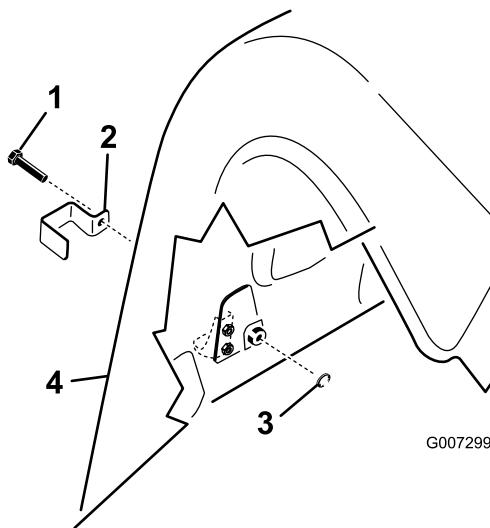

Figure 15
- Sur le modèle ProCore 864, fixez une patte de blocage aux verrous de capots supérieurs et inférieurs arrière gauches et droits avec une vis d'assemblage (quatre en tout) (Figure 15).
- Sur le modèle ProCore 1298, fixez une patte de blocage sur tous les verrous de capot inférieurs arrière et sur le verrou de capot supérieur extérieur des capots arrière droit et gauche avec une vis d'assemblage (trois par tête d'aération, six en tout) (Figure 15).
- Avec une pince ou une clé réglable, vissez une rondelle de blocage interne sur chaque vis (1-2 filets) pour fixer le verrou (Figure 15).